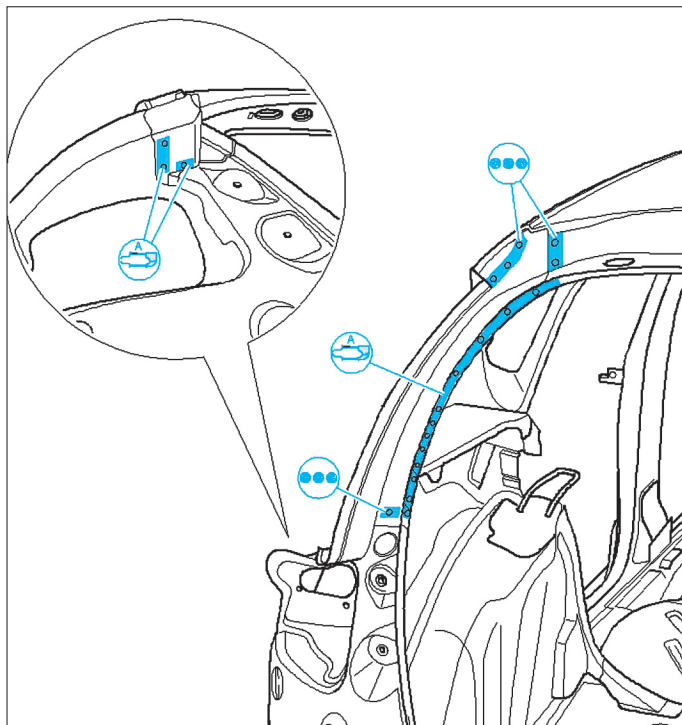

FIG. 67
- Positionner la pièce et l'immobiliser après avoir contrôlé l'alignement (Fig.67).